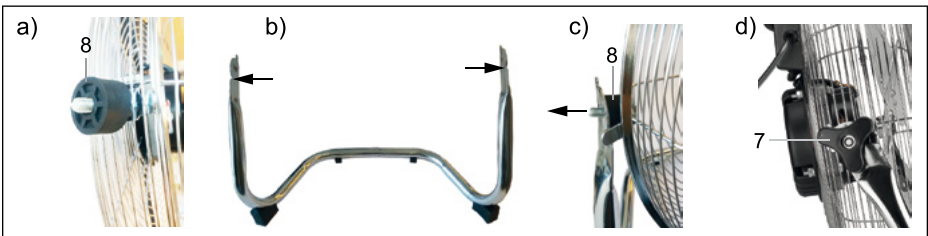

Fig.4: Einhängen Schutzgitterkorb in Träger
9. Schieben Sie jeweils einen Abstandhalter (8) auf die Schraubauflösungen rechts und links am Schutzgitter des Ventilators, Abb. 4 a),
10. Schieben Sie den Ventilator mit den Schraubauflösungen und den Abstandhaltern in den Träger, Abb. 4 b) und 4c).
11. Fixieren Sie den Korb mit den Dreieckhandmuttern, Abb. 4 d).